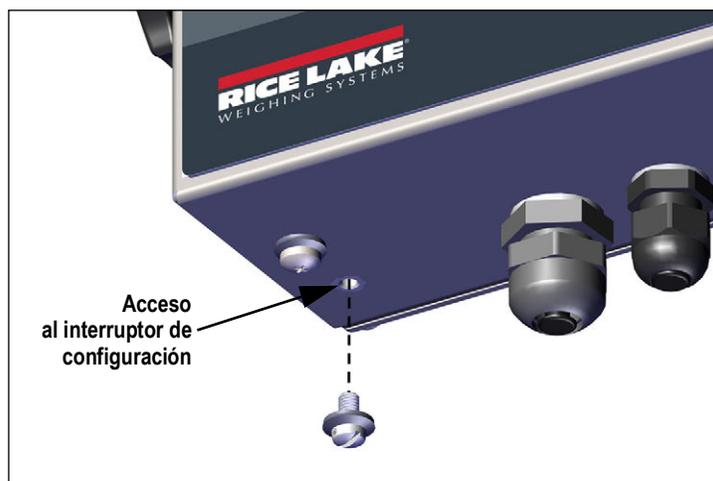

Figura 4-1. Acceso al interruptor de configuración
1. Presione el interruptor de configuración para acceder al modo de configuración (Figura 4.1 en la página 37). Se muestra **CONF. t.**